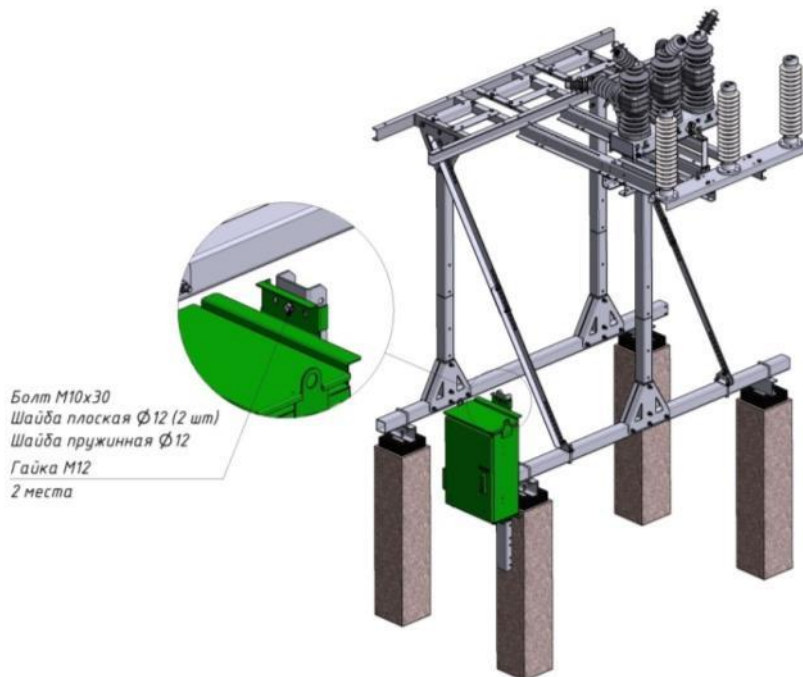

Рис.5.77. Крепление шкафа управления к раме
- **опорная балка для установки моноблока** — с одной стороны имеет два отверстия для крепления шкафа управления, см. **рис.5.77**. Перед ее установкой определите, с какой стороны относительно ее торцов будет осуществляться навеска шкафа управления, и положите балку на опорные кронштейны крепежными отверстиями в нужную сторону.
Удерживая шкаф управления за низ, прислонив его к швеллеру, зафиксируйте верхний, а затем нижний кронштейны при помощи двух болтов, см. **рис.5.77**.